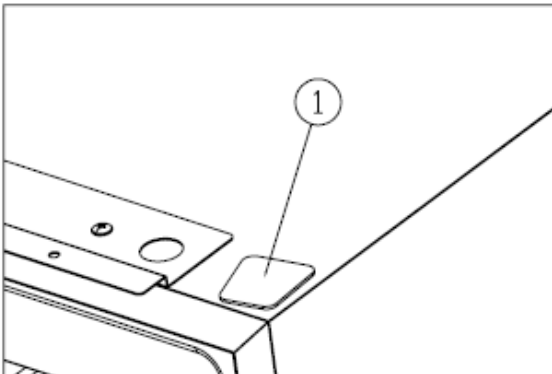

Figure 4
Installieren des Caches (1). [Figure 4]